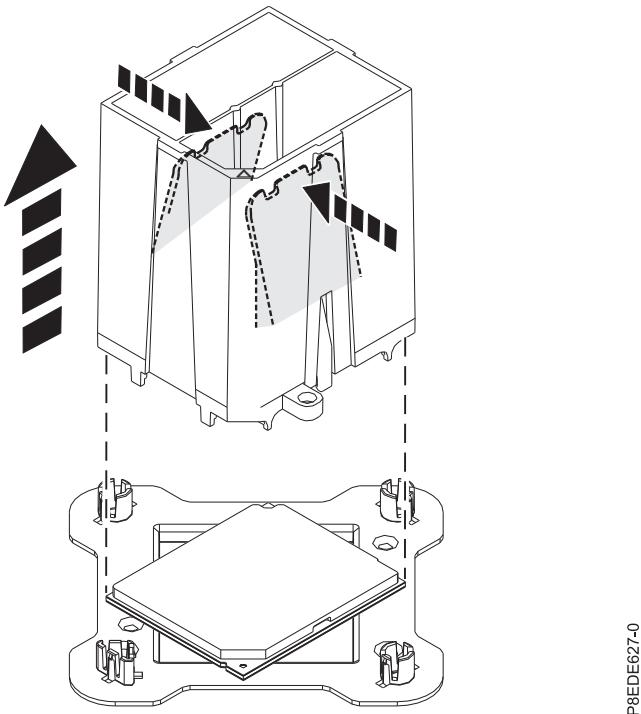

図 11. ツールからのシステム・プロセッサー・モジュールの解放
13. 青色のタブをつまんで、システム・プロセッサー・モジュールをツールから解放します（13 ページの図 11 を参照）。